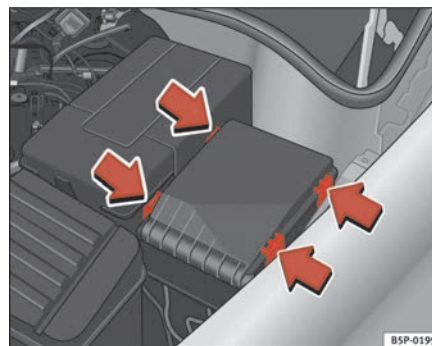

Fig. 184 Copertura della scatola dei fusibili nel vano motore
- Rimuovere la copertura dei fusibili situata nel vano motore premendo le linguette verso il centro della copertura ⇒ **fig. 184.** ►